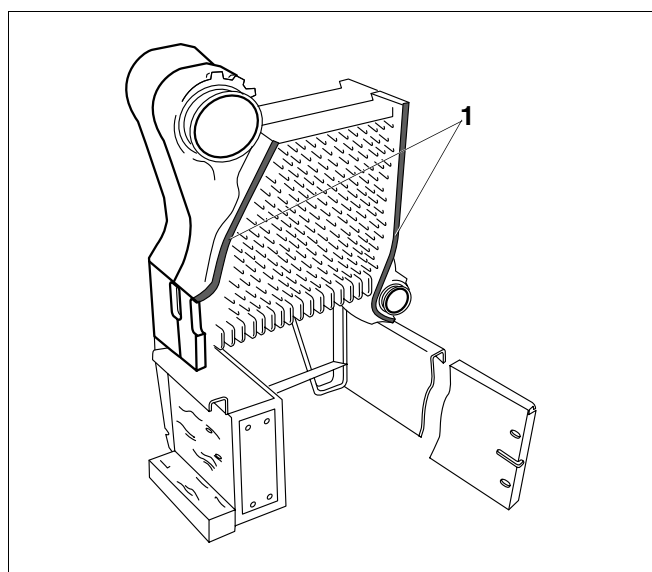

Fig. 11 Pose du cordon d'étanchéité
- Placer le cordon d'étanchéité élastique dans les rainures d'étanchéité (fig. 11, **pos. 1**) et presser légèrement.